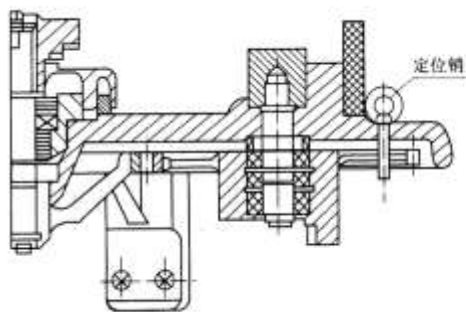

Рис. 13.
2. Поднимите контактор и отверните стопорную шпильку (Рис.13).